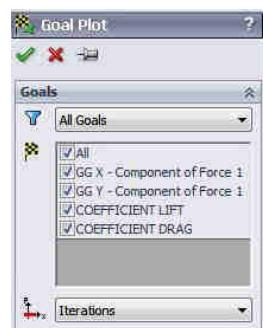

Fig. 16.14
- În arborele analizei de curgere, sub ramura **Results**, click dreapta pe icoana **Goal Plots** și selecție opțiune **Insert**. Va apărea fereastra **Goal Plot**, fig. 16.14.
- In the Flow Simulation Analysis tree, under **Results**, right-click the **Goal Plots** icon and select **Insert**. The **Goal Plot** dialog box appears, fig. 16.14.